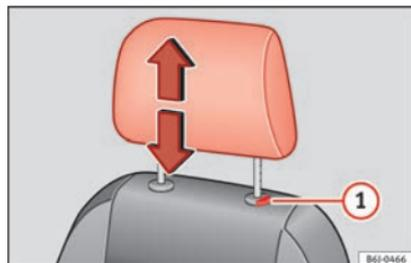

Fig. 141 Encosto de cabeça dianteiro: ajuste ou desmontagem.
- Pressione a segurança ① » » Fig. 141 e extraia o encosto de cabeça.